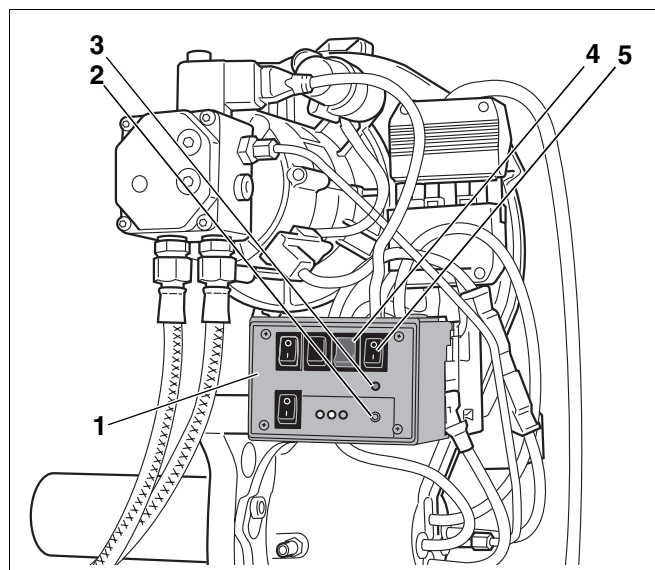

Abb. 15 Mit Brennerprüfgerät Ölleitung entlüften
- Brennerprüfgerät (Abb. 15, **Pos. 1**; Zubehör) – wenn die Ölansaugung über die am Brenner angebaute Ölpumpe erfolgen soll.
Im Folgenden wird die Entlüftung der Ölleitung mit dem Brennerprüfgerät (Abb. 15, **Pos. 1**) beschrieben.
- Brennerprüfgerät (Abb. 15, **Pos. 1**) auf den freiliegenden Sockel aufstecken.
- Betriebsschalter des Regelgerätes einschalten. Die LED (rot) leuchtet (Abb. 15, **Pos. 2**).
- Brennerprüfgerät über den Betriebsschalter (Abb. 15, **Pos. 5**) einschalten. Beide LEDs (rot und grün) leuchten (Abb. 15, **Pos. 2** und **3**).
- Schalter zur Überbrückung des Ölvorwärmers (Abb. 15, **Pos. 4**) einschalten.